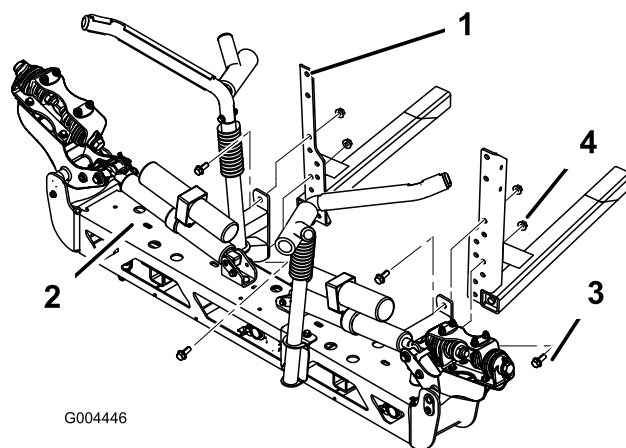

図 14
3. 中央ブーム・アセンブリを取り付けるフランジボルト1/2 x 1-1/4 インチ4本とフランジナット1/2 インチ4個を使用する 図 14。